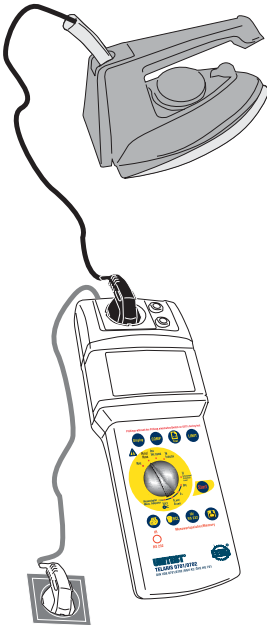

Bild 6.5: Messung des Isolationswiderstandes bei Geräten der Schutzklasse I
- ▶ Schließen Sie den UNITEST TELARIS 0701/0702 mit dem Netzanschlusstecker (1) an eine funktionsfähige und ordnungsgemäß angeschlossene Schutzkontakt-Netzsteckdose an.
- ▶ Stellen Sie den Drehschalter 'Messfunktion' (15) auf die Schalterstellung "RISO".
- ▶ Stellen Sie mittels der Taste LIMIT (7) den Grenzwert für den Isolationswiderstand ein, Grenzwerte siehe Tabelle 1.
- ▶ Stecken Sie den Netzstecker des Prüflings in die Prüfsteckdose (3), siehe Bild 6.5.
- ▶ Drücken Sie die Taste „Start“ (9). Das blinkende Symbol für die Messeinheit im Display signalisiert den aktuellen Messvorgang.
- ▶ Lesen Sie den Messwert von der LC-Anzeige (6) ab. Das Symbol 'LIMIT' (21) zeigt bei eingeschalteter Grenzwertanzeige eine Unterschreitung des Grenzwertes an.